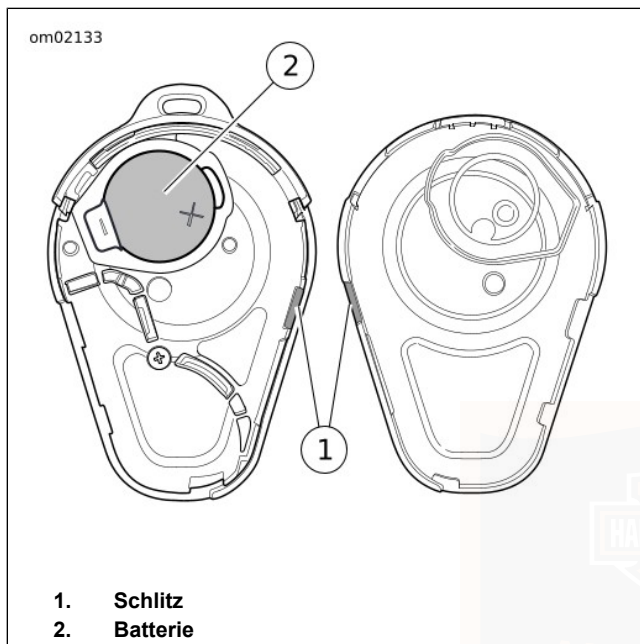

Abbildung 5. Schlüsselanhängerbatterie
1. Siehe Abbildung 5. Eine dünne Klinge im Schlitz (1) an der Seite des Schlüsselanhängers langsam verdrehen, um die beiden Hälften zu trennen.
2. Die Batterie (2) entfernen und entsorgen.
- a. Die Verriegelung (3) von der Batterie weg drücken.